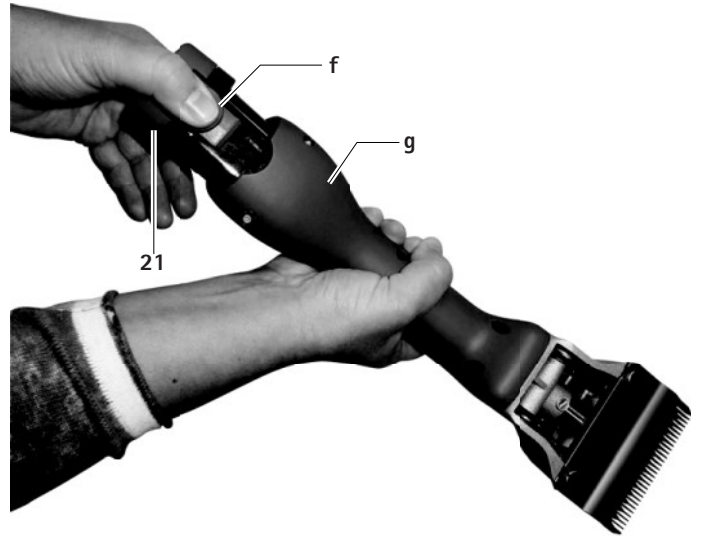

Abb. 1
- Akku-Schermaschine **g** mit dem Scherkopf nach unten halten, damit der Li-Ionen-Akku **21** beim Lösen nicht herunterfällt, siehe Abb. 1.